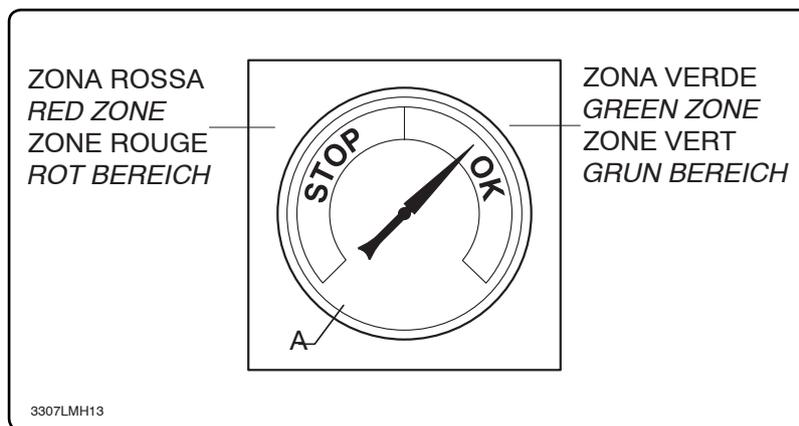
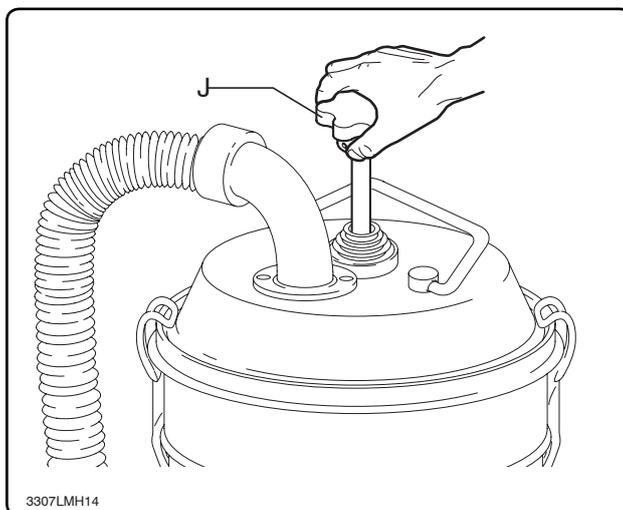

Fig. 6
Fig. 7
- durante la marcia la lancetta del vuotometro ("A" Fig. 6) deve rimanere nella zona verde (OK) al fine di garantire che la velocità dell'aria aspirata non scenda sotto al valore di sicurezza di 20 m/sec;
- Chiudere il tubo di aspirazione, la lancetta del vuotometro deve passare dalla zona verde (OK) alla zona rossa (STOP).
- *when the vacuum cleaner is operating, the pointer of the vacuum gauge ("A" Fig. 6) must remain in the green zone (OK) to ensure that the speed of the intaken air does not drop below the safety value of 20 m/sec;*
- *When the hose is blocked, the pointer of the vacuum gauge must switch from the green zone (OK) to the red zone (STOP).*
- pendant la marche l'aiguille du vacuomètre ("A" Fig. 6) doit rester dans la zone verte (OK) afin de garantir que la vitesse de l'air aspirée ne descende pas sous la valeur de sécurité de 20 m/s;
- Fermer le tuyau d'aspiration, l'aiguille du vacuomètre doit passer de la zone verte (OK) à la zone rouge (STOP).
- *während des Betriebs muss der Zeiger des Vakuummeters ("A" Abb. 6) im grünen Bereich (OK) bleiben, um zu garantieren, dass die Geschwindigkeit der angesaugten Luft nicht unter den Sicherheitswert von 20 m/s sinkt;*
- *Den Ansaugschlauch schließen. Der Zeiger des Vakuummeters muss vom grünen (OK) auf den roten Bereich (STOP) springen.*
In relazione alla quantità del materiale aspirato e qualora la lancetta del vuotometro ("A" Fig. 6) passi dalla zona verde (OK) a quella rossa (STOP), provvedere a scuotere il filtro primario azionando il pomello "J" (Fig. 7).
Depending on the quantity of dust cleaned up, shake the main filter by means of the knob "J" (Fig. 7) when the vacuum gauge pointer ("A" Fig. 6) switches from the green zone (OK) to the red zone (STOP).
En fonction de la quantité de matière aspirée et si l'aiguille du vacuomètre ("A" Fig. 6) passe de la zone verte (OK) à la zone rouge (STOP), il faut secouer le filtre primaire en actionnant le pommeau "J" (Fig. 7).
Je nach der Menge des aufgenommenen Materials und falls der Zeiger des Vakuummeters ("A" Abb. 6) vom grünen (OK) in den roten Bereich (STOP) gelangt, muss der Hauptfilter, mit Hilfe des Knaufs "J" geschüttelt werden (Abb. 7).